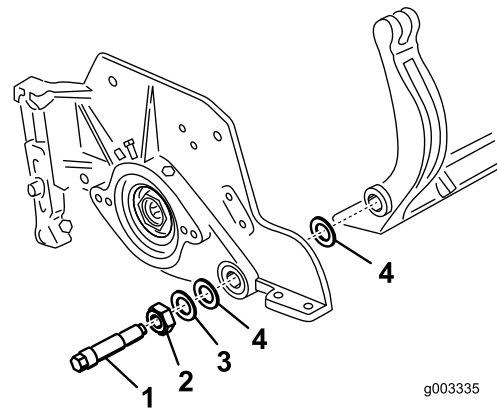

Figure 32
**Remarque:** Mettez de côté 2 rondelles en nylon et 1 rondelle en acier estampé à chaque extrémité de la barre d'appui (Figure 32).
**Remarque:** Placez une rondelle en nylon de chaque côté du bossage de la plaque latérale. Placez une rondelle en acier à l'extérieur de chaque rondelle en nylon (Figure 32).